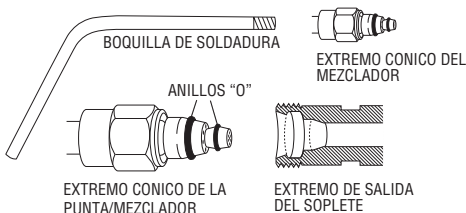

Figura 5
4. Elija la punta del tipo y tamaño que necesite. Revise el extremo cónico para cerciorarse que los anillos “O” no están dañados, desgastados o hay faltantes (vea la figura 5).
DEBEN haber dos (2) anillos "O" selladores en buen estado en el extremo cónico. Si falta uno de los anillos "O", se crean condiciones que permiten que el oxígeno y los gases se premezclen. Esto puede causar que ocurra una retrogresión de la llama hacia el interior del mango de la antorcha o del accesorio para cortar (ver figura 5).
2. Antes de usar el extremo en cono del accesorio de cortes, revise que los anillos “O” no falten o esté dañados. (Ver figura 5).
DEBE haber dos (2) anillos “O” selladores en el extremo en cono. Si falta uno, se crean condiciones que permiten que el oxígeno y el gas se premezclen. Esto puede causar una retrogresión de la llama dentro del mango de la antorcha/accesorio para cortar (ver figura 5).